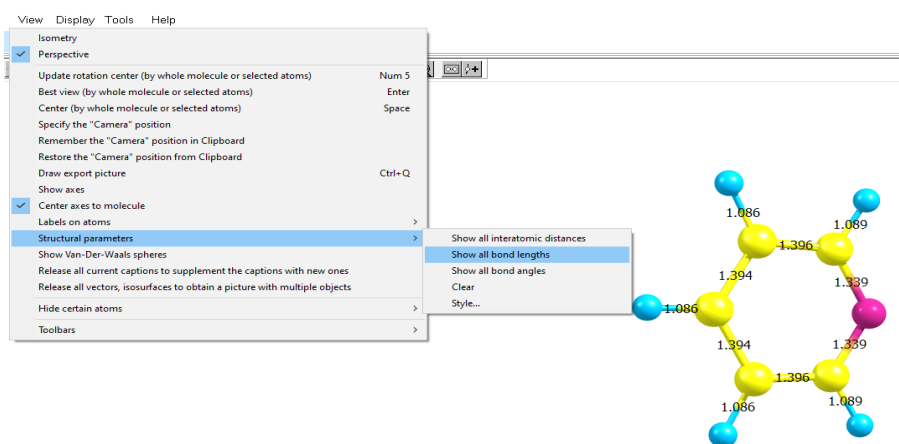

Рис. 4. Длины связей в молекуле пиридина
4. После нажатия левой кнопки мыши на экране появится молекула пиридина, и будут доступны различные манипуляции с ней, например, просмотр длин связей. Для этого нужно воспользоваться опцией View/structural parameters/show all bond lengths, как показано на рис. 4.